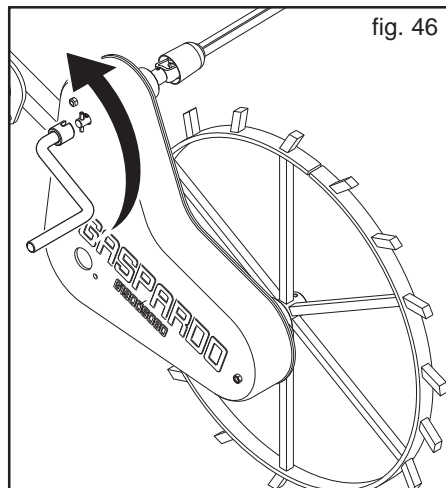

fig. 46
- 5) Para la fase efectiva de la prueba de dosificación, introduzca la manivela de rotación en la caja de transmisión y gírela hacia la izquierda (Fig. 46), como se indica en la calcomanía: 86 vueltas de la manivela corresponden a 1/10 de hectárea.